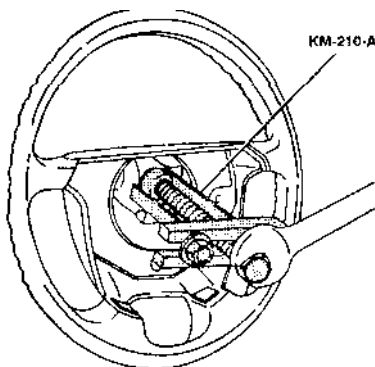

Рис. 6.30.
- снять при помощи съёмника (например, съёмника рулевого колеса КМ-210-А) рулевое колесо (рис. 6.30). При необходимости разжать контактное кольцо.